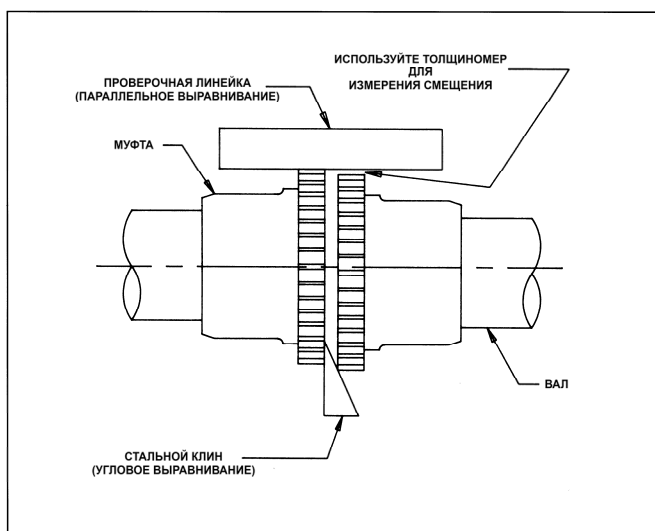

Рисунок 2
1. Выровняйте муфту в соответствии с указанными производителем пределами во избежание параллельного и углового смещений (см. рисунок 2). Для более точного выравнивания может использоваться шкальный индикатор или лазер. Выравнивание необходимо проводить посредством смещения двигателя и соответствующей смены угла наклона вала, а также с помощью шайб для смены высоты вала. Не смещайте вал вентилятора или подшипник.